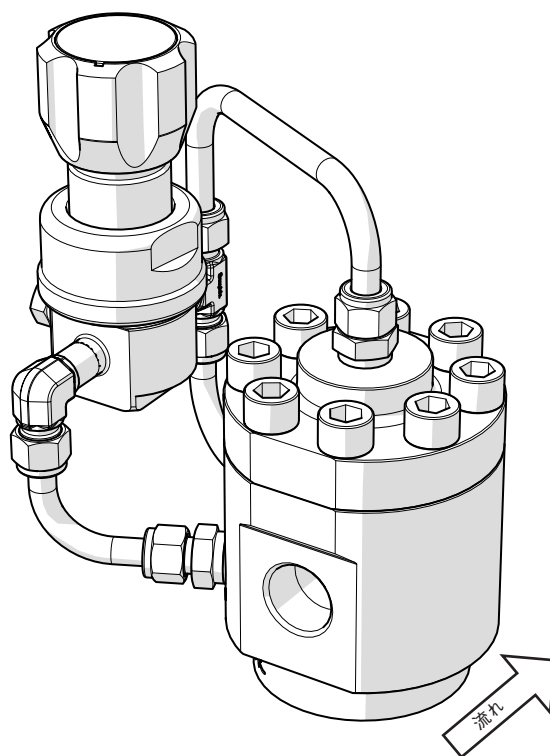
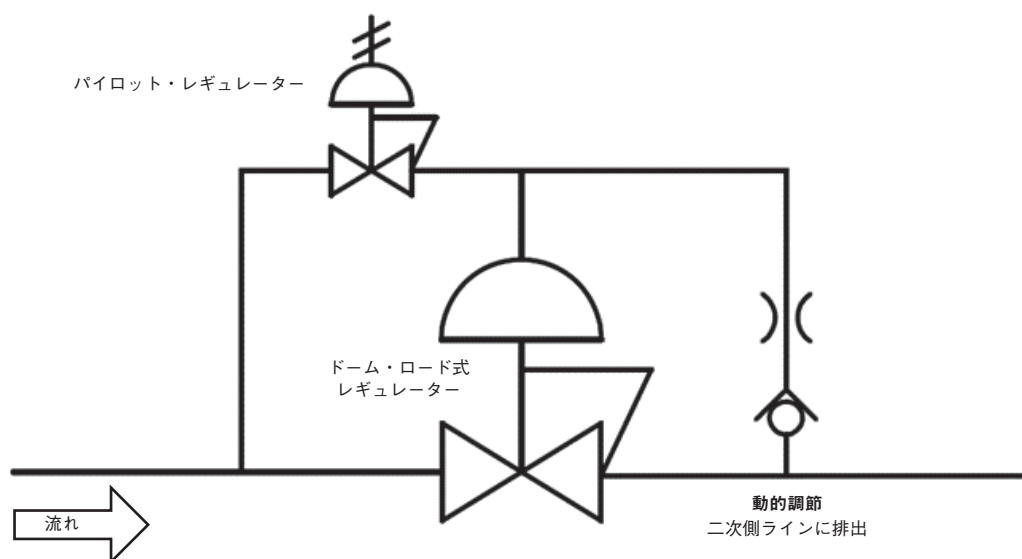
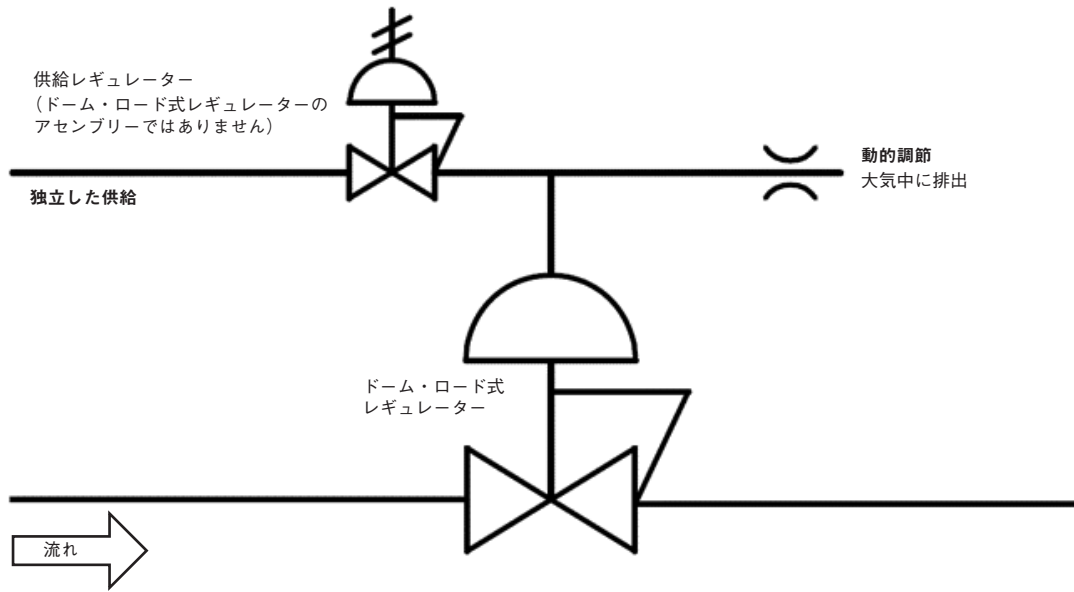

図 1
図 2
図 5
- レギュレーターは、図 1 (9 ページ参照) に従って、平行かつスプリング・ハウジング／ドームが上を向くように取り付けてください。これ以外の状態で取り付けた場合、部品が摩耗するリスクが高まります。
- **一体型パイロット制御**：本セットアップでは、ドーム・ロード式レギュレーターはアセンブリーの一部としてパイロット・レギュレーターが付属しています(図1)。パイロット・レギュレーターはシステム圧力から供給されており、手動で操作してドーム圧力を制御します(図2)。本セットアップは、液体アプリケーションには適していません。
- **外部ドーム制御**：本セットアップでは、ドーム圧力は独立した供給源(ポンペやメイン・サプライなど)から供給されます(図5)。本セットアップは、液体アプリケーションに適しています。
ベスト・パフォーマンスを引き出すには、パイロット・レギュレーターに少量の流体を連続的に流してください。この流体は、オリフィスを通して排出されるか(図5)、ガス・システムの場合はオリフィスを通して下流配管にフィードバックされます(図2)。これは一般的に**動的調節**と呼ばれます。動的調節が望ましくない場合は、セルフ・ベント付きパイロット・レギュレーターを使用してください。この場合、レギュレーターの設定圧力を下げると、システム流体が大気中に排出されることになります。